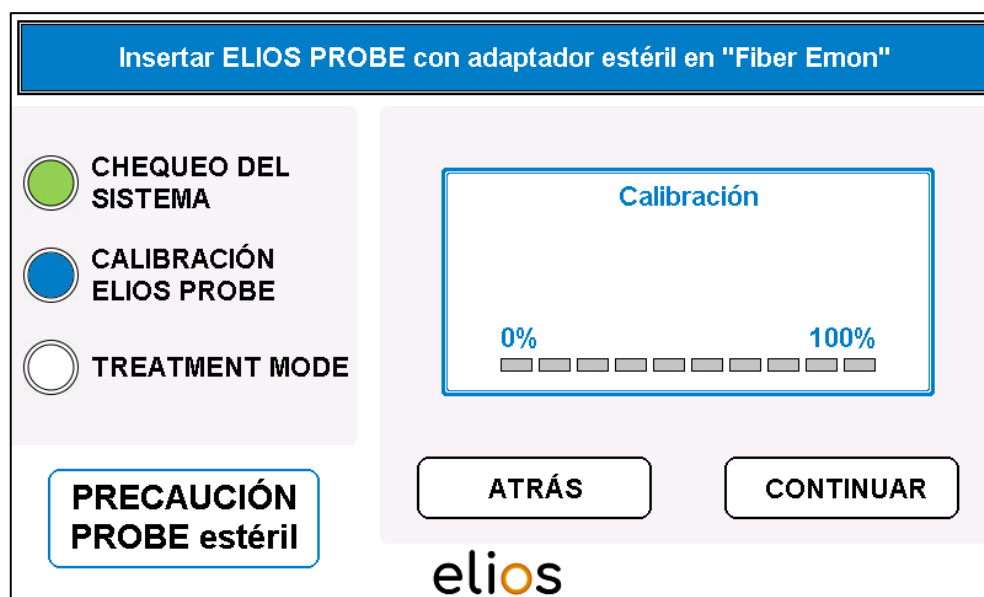

Fig. 4-10: Inserción de la fibra con el adaptador estéril
- La operación debe confirmarse mediante el botón **"CONTINUAR"** (Fig. 4-10).